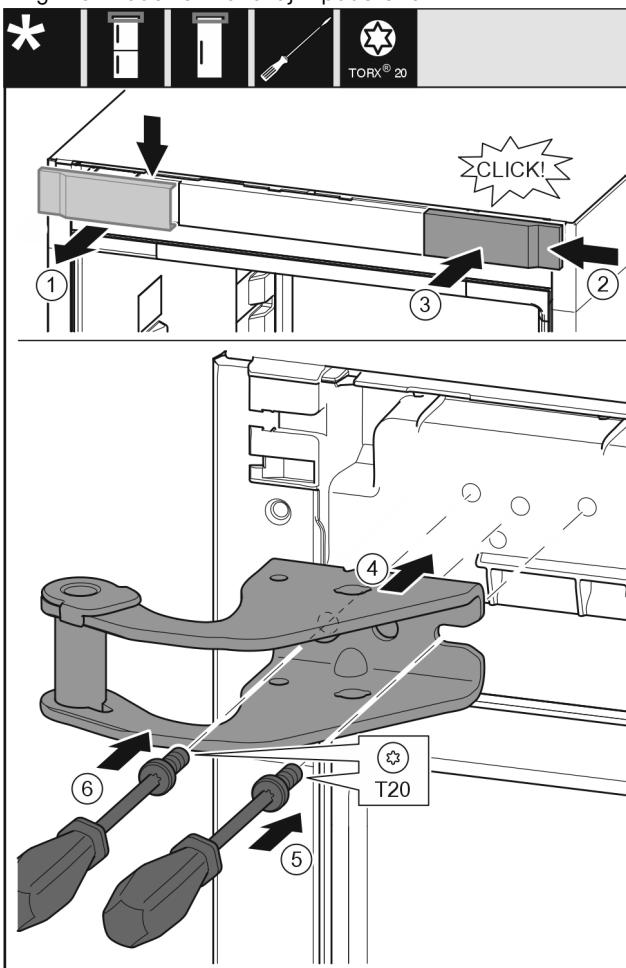

Fig. 11
- Pokrov snemite od zgoraj v smeri naprej. Fig. 11 (1)
- Pokrov, obrnjen za 180°, namestite na drugi strani z desne strani. Fig. 11 (2)
- Zataknite pokrov. Fig. 11 (3)
- Pristavite zgornji ležajni podstavek. Fig. 11 (4)
- Vijak vstavite z izvijačem T20 in ga zategnite. Fig. 11 (5)
- Vijak vstavite z izvijačem T20 in ga zategnite. Fig. 11 (6)